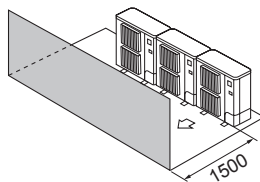

Fig. 2-14
- ③ Csak elől vannak akadályok (Fig. 2-14)